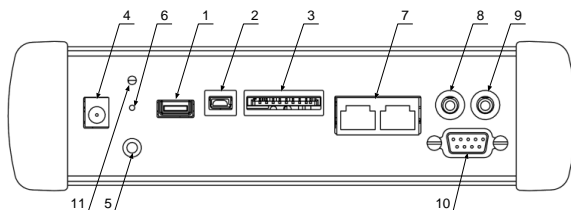

Рис. 2.1: Панель системных интерфейсов
8. Надежно заземлять корпус прибора посредством использования соответствующего гнезда заземления (рис.2.1, стр.11).
1. от внешнего блока питания (см. рис. 2.1).
Беркут-ММТ может работать от внешнего источника питания — через адаптер от сети 220 В. Для подключения прибора необходимо вставить адаптер в сеть 220 В, а другим концом в разъем для подключения внешнего адаптера питания на **Беркут-ММТ**(см. рис. 2.1).